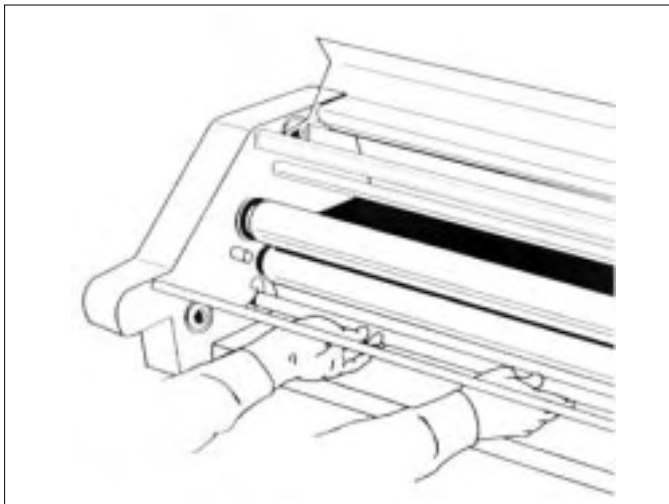
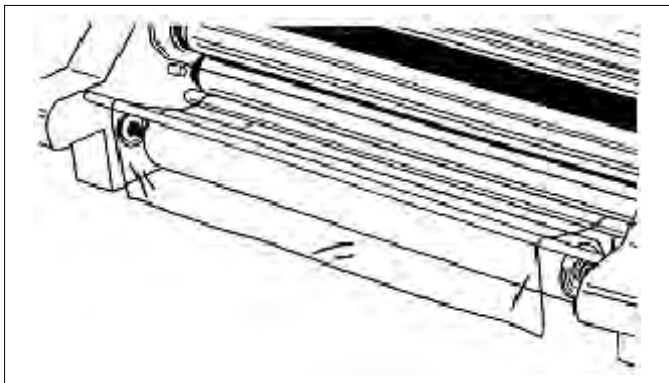
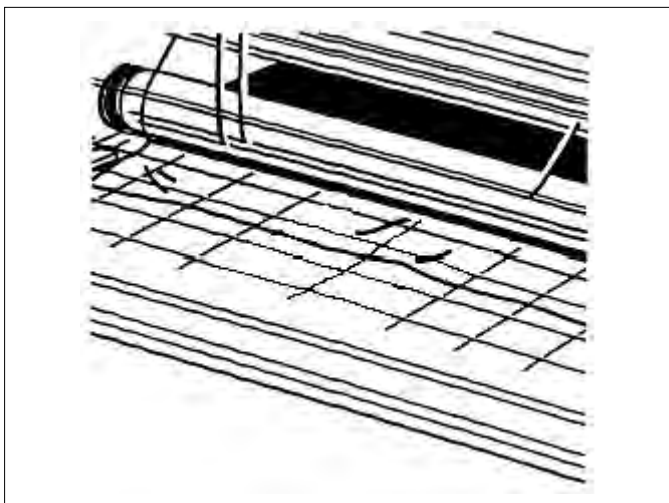

Fig. 15
Fig. 16
Fig. 17
9. Lower the bottom idler bar (Fig. 15).
10. Unroll 2 ft. (60 cm) of film. Push the leading edge under and around bottom film guide. Slide film guide back into place and drape film over the front support for the feed table (Fig. 16).
12. Unroll 2 ft. (60 cm) of film. Drape the film over the top idler bar and completely cover both heat rollers (Fig. 17).
9. Abbassare l'asta folle inferiore (fig. 15).
10. Svolgere 60 cm di film. Spingere il bordo di entrata sotto ed attorno all'asta folle inferiore. Infilare nuovamente la guida in posizione e lasciare cadere sul supporto anteriore del piano di alimentazione (fig. 16).
| <p>7. Die untere Folienwelle entfernen, indem diese nach rechts geschoben wird, bis das linke Ende der Welle die sechseckige Bremsnabe passiert hat. Die Sicherungsschraube am Sicherungsansatz auf der linken Seite der Welle lösen und den Ansatz entfernen. Die Welle teilweise aus dem Folienrohr herausziehen, dann so zurückstoßen, dass der linke Adapter heraus gestoßen wird. Die Welle vollständig herausziehen und das Rohr um 180 Grad drehen. Mit der Welle den verbleibenden Adapter heraus stoßen.</p> <p>8. Einen der Adapter auf der rechten Seite einer neuen Folienspule einführen und sicherstellen, dass die Folie von unten abrollt, wenn es sich um eine Poly-In Folie handelt und von oben bei einer Poly-Out Folie. Die Welle von der rechten Seite her in den Adapter und das Rohr einschieben. Den anderen Adapter auf die aus der linken Seite herausragenden Welle aufsetzen, dann den Sicherungsansatz wieder einsetzen und die Sicherungsschraube anziehen.</p> <p>9. Untere Leitstange senken (Abb. 15).</p> <p>10. 60 cm der Folie abrollen. Die Vorderkante unter und um die untere Folienführung herum führen. Die Folienführung wieder zurückschieben und die Folie über die vordere Abstützung des Anlegestisches hängen (Abb. 16).</p> <p>11. Die obere Folienspule aus dem Laminiergerät herausnehmen. Schritte 7 und 8 wiederholen und sicherstellen, dass Poly-In Folien von unten und Poly-Out Folien von oben abrollen, wenn die Welle wieder im Gerät eingesetzt ist.</p> <p>12. 60 cm der Folie abrollen und diese über die obere Leitstange hängen. Beide Heißwalzen sollten vollständig bedeckt sein (Abb. 17).</p> <p>13. Den Zufuhrbehälter unter die</p> | <p>7. Verwijder de onderste filmkoker door deze helemaal naar rechts te schuiven totdat het linker gedeelte van de koker vrijkomt uit de zeshoekige remnaaf. Draai de borgschroef van de linker steunkraag van de filmtoevoerrol los en schuif de kraag eraf. Trek de koker gedeeltelijk uit de filmbuis en duw hem er daarna weer in om de linker kernadapter eruit te tikken. Trek de koker helemaal uit de filmbuis en draai de buis 180 graden. Gebruik de koker om de andere kernadapter eruit te tikken.</p> <p>8. Schuif één kernadapter aan de rechterkant in de nieuwe filmrol en controleer of de film afrolt, van boven bij Poly-In film en van boven bij Poly-Out film. Schuif de filmkoker vanaf de rechterkant in de kernadapter en de buis. Plaats de andere kernadapter op de koker zodat deze vanaf de linkerkant naar buiten steekt en zet daarna de steunkraag er weer op. Draai de borgschroef aan.</p> <p>9. Laat de onderste vrijlooprol zakken (afb. 15).</p> <p>10. Rol ongeveer 60 cm film af. Duw de voorste rand onder en rondom de onderste filmgeleider. Schuif de filmgeleider terug op zijn plaats en drapeer de film over de voorste steun van de invoertafel (afb. 16).</p> <p>11. Neem de bovenste filmtoevoerrol uit de laminator. Herhaal stappen 7 en 8 en zorg ervoor dat de film van onderen afrolt voor poly-in film en van boven voor poly-out film nadat de filmkoker is teruggeplaatst in de laminator.</p> <p>12. Rol ongeveer 60 cm film af. Drapeer de film over de bovenste vrijlooprol en bedek beide warmterollers volledig (afb. 17).</p> | <p>7. Retirez l'axe de film inférieur en faisant glisser l'axe vers la droite jusqu'à ce que le côté gauche de l'axe libre le moyeu de frein hexagonal. Desserrez la vis de gauche retenant le collier de fixation sur l'axe et faites glisser le collier pour le dégager. Sortez partiellement l'axe du tube de film, puis repoussez-le pour dégager l'adaptateur de mandrin gauche. Tirez complètement l'axe et faites tourner le tube de 180 degrés. Utilisez l'axe pour dégager l'adaptateur de mandrin restant.</p> <p>8. Insérez un des adaptateurs de mandrin dans le côté droit d'une nouvelle bobine de film en vous assurant que la bobine se déroule du bas pour du film « Poly-In » ou du haut pour du film « Poly-Out ». Glissez, par la droite, l'axe de chargement de bobine dans l'adaptateur de mandrin et le tube. Placez l'autre adaptateur de mandrin sur l'axe sortant du côté gauche, puis remplacez le collier de fixation. Resserrez la vis de fixation.</p> <p>9. Abaissez la barre de transfert inférieure (Fig. 15).</p> <p>10. Déroulez 60 cm de film. Poussez le bord du film sous et autour du guide de film inférieur. Remettez le guide de film en place et drapez le film sur le support avant de la table d'alimentation (Fig. 16).</p> <p>11. Retirez le rouleau d'alimentation supérieur de la plastifieuse. Répétez les étapes 7 et 8 ci-dessus en vous assurant que le film se déroule du bas pour le film poly-in et du haut pour le film poly-out après que l'axe de bobine de film ait été remis en place.</p> <p>12. Déroulez 60 cm de film. Passez le film au-dessus de la barre de transfert supérieure et couvrez complètement les deux rouleaux chauffants (Fig. 17).</p> | <p>7. Quite el eje inferior para película deslizando el eje hacia la derecha hasta sacar el extremo izquierdo del eje de la campana de freno con forma hexagonal. Afloje el tornillo de fijación a la izquierda, sosteniendo el collar del eje del suministro de película, y deslice el collar para sacarlo. Jale el eje para sacarlo parcialmente del tubo de película y después reinsértela para hacer salir el adaptador de núcleo de la izquierda. Jale el eje hasta sacarlo completamente y gire el tubo 180 grados. Use el eje para extraer el otro adaptador de núcleo.</p> <p>8. Deslice uno de los adaptadores de núcleo hacia el lado derecho del nuevo rollo de película, asegurándose de que la película se desenrolle desde la parte inferior de la película Poly-In y desde la parte superior de la película Poly-Out. Deslice el eje de la película hacia el adaptador de núcleo y tubo desde el lado derecho. Coloque el otro adaptador de núcleo en el eje que sobresale desde el lado izquierdo y después coloque nuevamente el collar de retención. Apriete el tornillo de fijación.</p> <p>9. Baje la barra intermedia inferior (Fig. 15).</p> <p>10. Desenrolle 60 cm de película. Empuje el borde delantero debajo del tope de alineamiento de película inferior y alrededor de este tope. Deslice nuevamente la barra de alineamiento de película hasta colocarla en su lugar y haga pasar la película sobre el soporte frontal para la bandeja de alimentación (Fig. 16).</p> <p>11. Quite el rollo de película superior del laminador. Repita los pasos 7 y 8 asegurándose de que la película se desenrolle desde abajo con la película Poly-In y desde arriba con la película Poly-Out, después de colocar nuevamente el eje para la película en el laminador.</p> <p>12. Desenrolle 60 cm de película. Haga pasar la película sobre la barra intermedia superior y cubra completamente ambos rodillos térmicos (Fig. 17).</p> |
- (fig. 17).